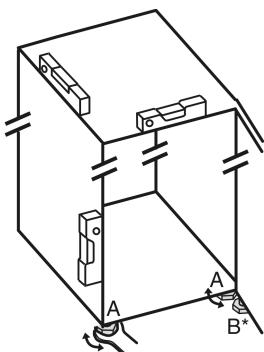

Fig. 4
- Atornillar las patas regulables Fig. 4 (A) con la llave fija adjunta y un nivel de burbuja hasta que el electrodoméstico quede bien alineado y nivelado.
- Desenroscar la pata regulable Fig. 4 (B) en el soporte de cojinete con la llave fija adjunta hasta que se pose en el suelo.
- Girar la pata regulable Fig. 4 (B) 90° más.